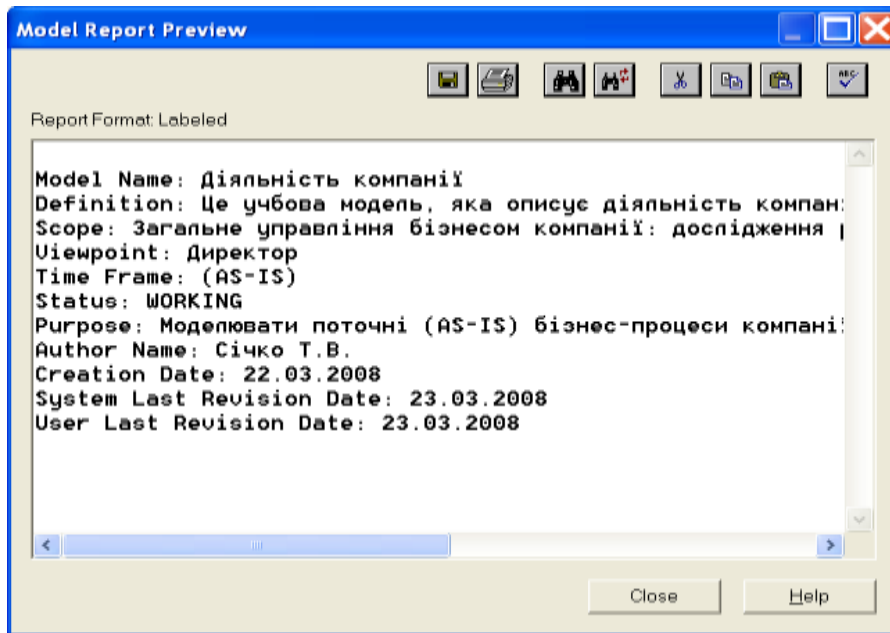

Рис. 10.7. Звіт Model Report
13. Створити по виконаній моделі звіт через **Menu tools / reports / model report** (поставте галочки в усіх вкладках **Model Report Dictionary Options** рис. 10.7).